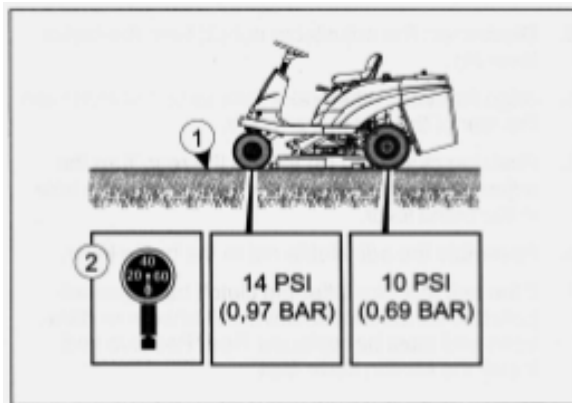
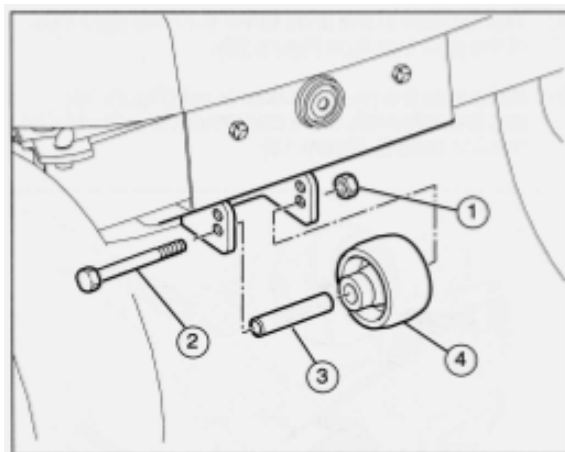
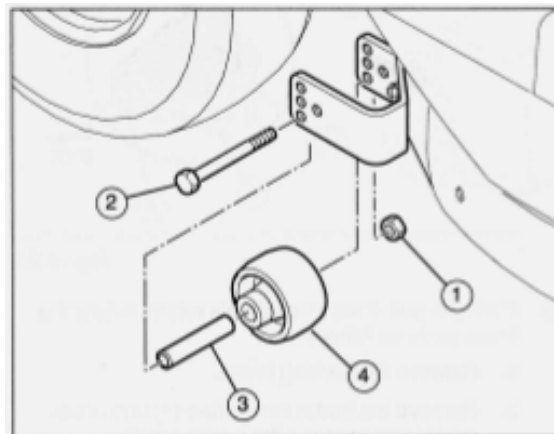

Рис. 23
Рис. 24
Рис. 25
1. Расположите райдер на твердой ровной поверхности (1) (см. рис. 23).
2. Проверьте давление воздуха в шинах (2). При неверной накачке стрижка будет неравномерной. Давление в передних шинах составляет 0,97 бар, в задних – 0,69 бар.
3. Снимите установочное колесо спереди деки (см. рис. 24) и два установочных колеса сзади деки (см. рис. 25).
13. Установите установочные колеса на кронштейнах деки (см. рис. 24 и 25).
1. Отверните гайку (1), болт (2), снимите втулку (3) и установочное колесо (4) (см. рис. 24 и 25).